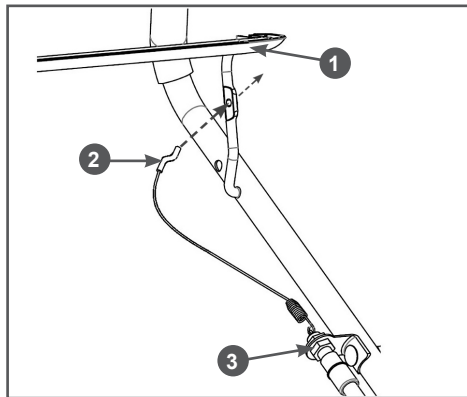

Рис. 5. Установка троса дополнительного выключателя зажигания
5. Подсоедините трос дополнительного выключателя 3 зажигания к рычагу. Для этого вставьте Z-образный наконечник 2 троса в отверстие на рычаге 1 с внутренней стороны рычага (Рис. 5).